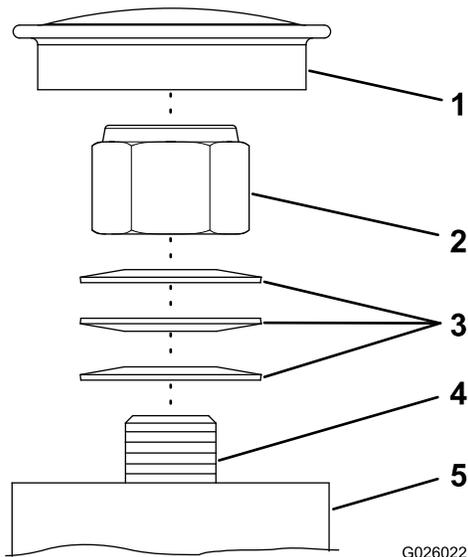

Figura 42
Nota: Si desmonta los cojinetes del pivote de las ruedas giratorias, asegúrese de instalar las arandelas elásticas según se indica en la Figura 42.
1. Retire el tapón antipolvo del buje de la rueda giratoria (Figura 42).
2. Apriete la contratuerca en sentido horario hasta que las arandelas elásticas estén planas (Figura 42).
3. Gire la contratuerca un cuarto de vuelta en sentido antihorario (Figura 42).
4. Coloque el tapón antipolvo (Figura 42).